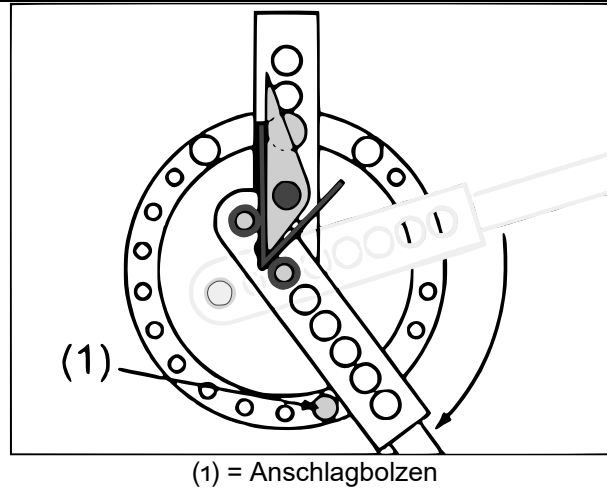

Abbildung 7: Durchführung einer einfachen Winkelbiegung
2. Wählen Sie abhängig vom gewünschten Winkel und dem Verhältnis zwischen dem Winkelbiegeblock **(18)** und dem Bügelhebel **(15)** zwei Biegewerkzeuge aus, die das Werkstück richtig gegen den Winkelbiegeblock halten, und installieren Sie sie dann wie in Abb. 7 dargestellt.
3. Um den Biegebereich zu begrenzen, montieren Sie den Anschlagbolzen (11) in die entsprechende Bohrung im Außenring der Biegehalterung (4) wie in Abb. 7 dargestellt.